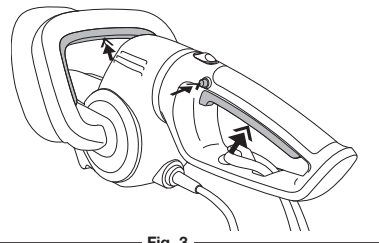

Fig. 3
2. Appuyez sur l'interrupteur de sécurité et maintenez-le enfoncé (Fig. 3). Ceci rend l'interrupteur à gâchette opérationnel.